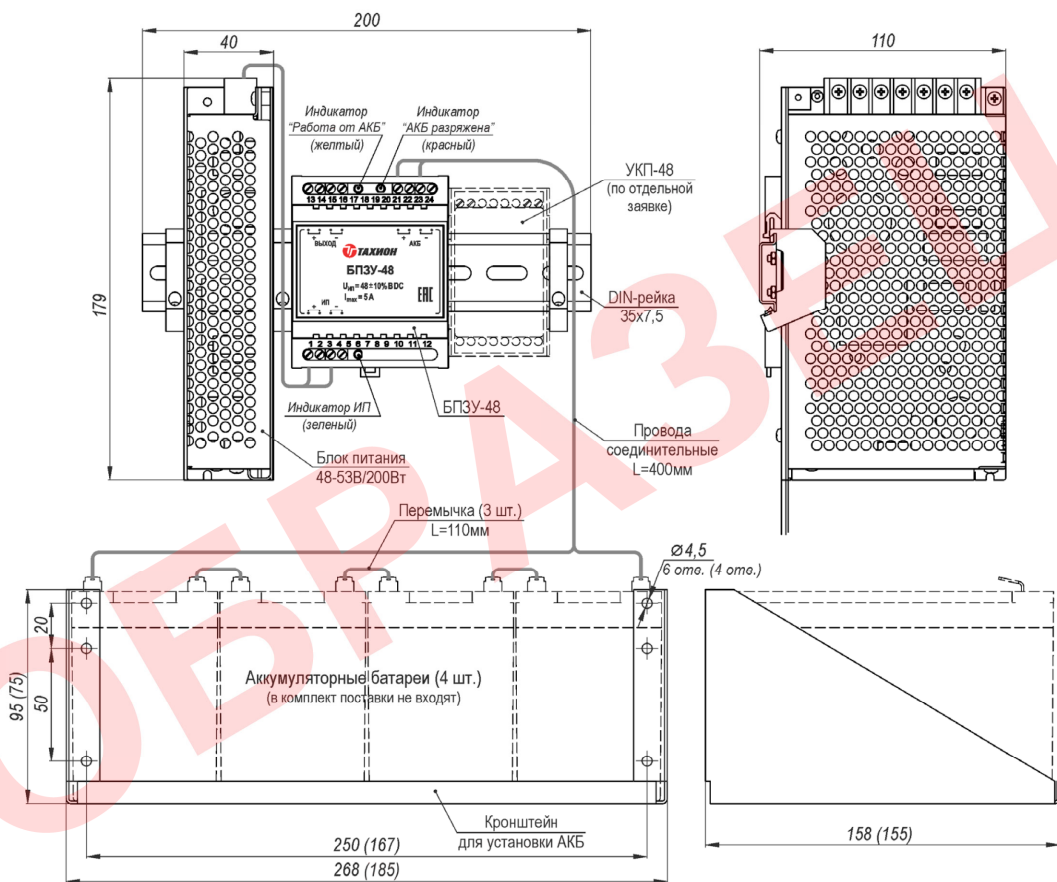

Рисунок 1 – Устройство, габаритные и установочные размеры
| 12. Габаритные размеры | см. рисунок 1 |
2. Установить аккумуляторные батареи на кронштейн (рисунок 1) и подключить ее проводами соединительными к контактам 21 (+) и 23 (-) БПЗУ-48, соблюдая полярность. Соединить аккумуляторы перемычкой.
4. Подать трехпроводным кабелем напряжение питания 220 В AC на соответствующие контакты блока питания, при этом фазный провод (L) соединить с контактом L, нулевой провод (N) с контактом N, а провод заземления соединить с контактом $\perp$.